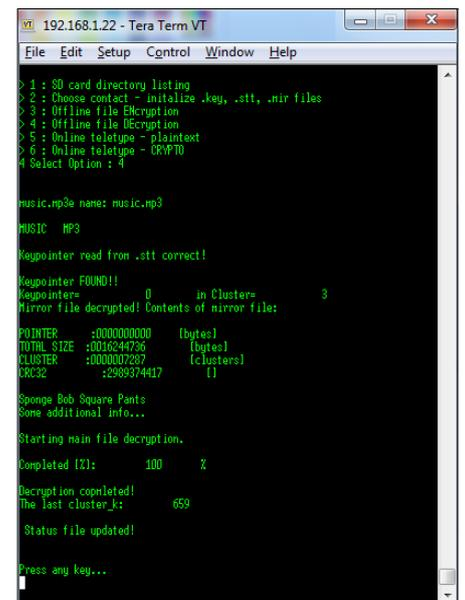

Figure 11. Déchiffrement du fichier terminé. Le fichier doit être lu pour être certain que tout s'est bien déroulé.
3. Après sélection de l'option 2 (choix des fichiers avec le nom du contact) et une étape d'initialisation, le système est prêt pour le déchiffrement (option 4, fig. 11).